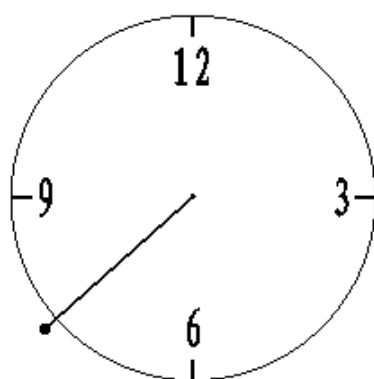

图 7
5. 在控制手柄显示屏右上角显示“GPS OK”后, 屏幕显示北极星(小熊 α) 在极轴镜分划板中的位置(已做大气蒙差修正)和参数(图 7), (也可按控制手柄“MENU”键, 选“对准 Align”菜单中的“极星位置显示”项)。例如: 时间 2011 年 11 月 15 日 20: 00: 00 地点 (南京) 东经 $118^{\circ}25'30''$ 北纬 $32^{\circ}05'30''$ 480min ahead of UT, 北极星的位置参数是 7h 36.6m 和 41.1m。(在南半球屏幕显示 sigma 南极星)